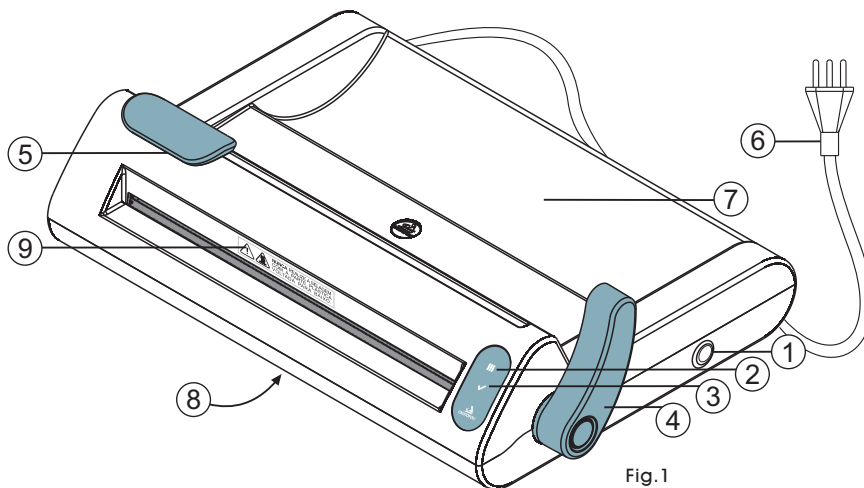

Fig.1
- ▶ Este equipamento trabalha com altas temperaturas, por isso, evite contato com as partes quentes, indicadas pelo adesivo (Fig. 1).
- ▶ A Seladora Cristófoli é **bivolt automático** (pode ser usada tanto em redes de 127V quanto 220V), conforme indicado no rótulo de identificação, que se encontra na parte inferior do equipamento (Fig. 1).
- 1▶ Conecte o cabo de energia à rede elétrica e pressione o botão Liga/Desliga até soarem 3 bips. O LED IIII estará piscando, indicando que a seladora está em fase de aquecimento. Ao atingir a temperatura de selagem (aproximadamente três minutos com a **alavanca levantada**, Fig. 1), serão emitidos 2 bips e o LED IIII permanecerá aceso, indicando que a seladora está pronta para ser utilizada.
- 2▶ Insira a ponta do papel grau cirúrgico através da entrada de selagem, **sempre com o lado do papel para baixo e a parte plástica para cima**, puxe pelo outro lado e então coloque o rolo no alojamento para rolos (Fig.1). Puxe o papel para que este seja selado no tamanho desejado.